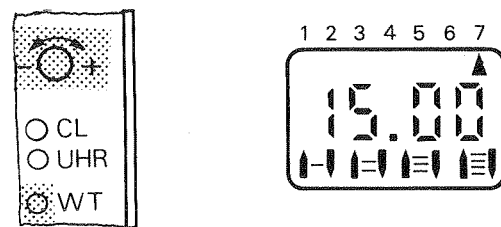

Abb. 38
2. Taste „WT“ drücken, und gleichzeitig Einstell-Drehknopf „- ↔ +“ nach links oder rechts drehen bis „▲“ in der Anzeige auf „7“ (=Sonntag) zeigt (Abb. 38).